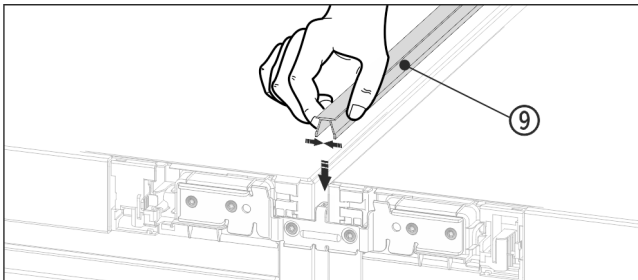

Fig. 18
- Auf der Oberseite die kurze Abdeckleiste Fig. 18 (9) in den horizontalen Spalt drücken.